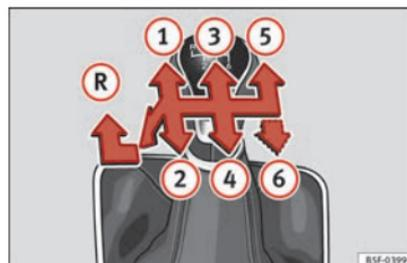

Fig. 44 Schéma d'une boîte mécanique 5 vitesses ou 6 vitesses.
Les positions des vitesses sont représentées sur le levier de vitesses » **fig. 44**.
- Au point mort, appuyez sur le levier de vitesses, déplacez-le complètement vers la gauche puis vers l'avant pour passer la marche arrière » **fig. 44** **R**.